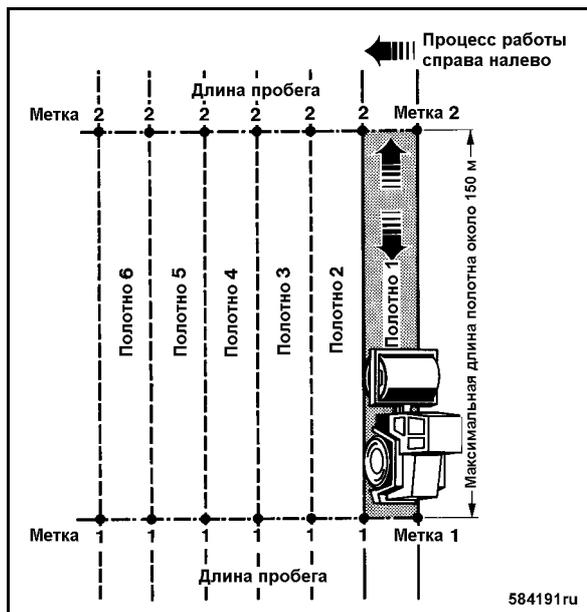

Рис. 94
- Произвести разбивку уплотняемого полотна (Рис. 94).